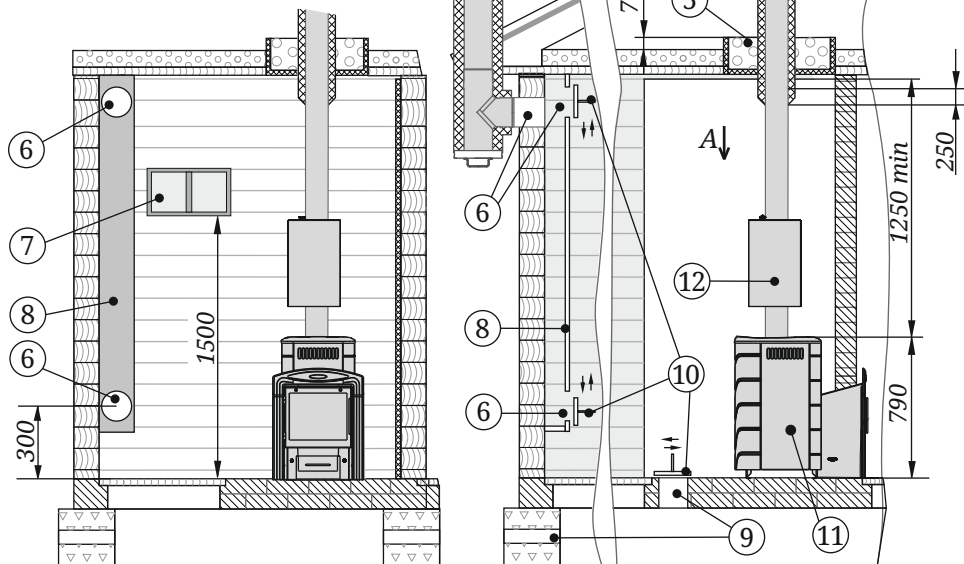

Рисунок 4. Схема монтажа печи в помещении с перегородкой из негорючего материала
- пол из горючих и трудногорючих материалов перед дверцей топки — металлическим листом размером 700×500 мм (рисунок 4).
Для обеспечения хорошего воздухообмена, вентиляции и обеспечения оптимальных кондиций русской паровой бани, в парной необходимо организовать приточно-вытяжную вентиляцию (см. рисунок 4).